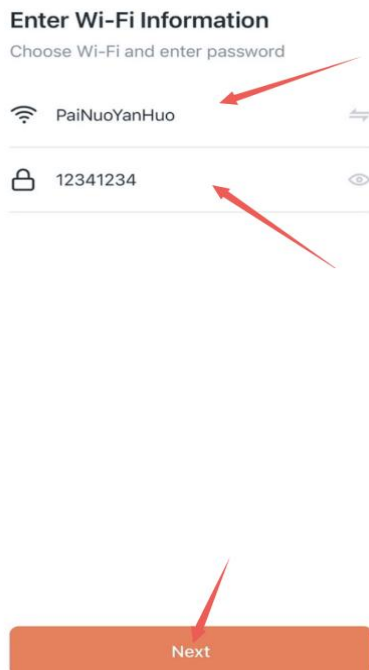

Imagen B-3
3. Introduce la contraseña del WiFi y confirma, como se muestra en la imagen B-3.